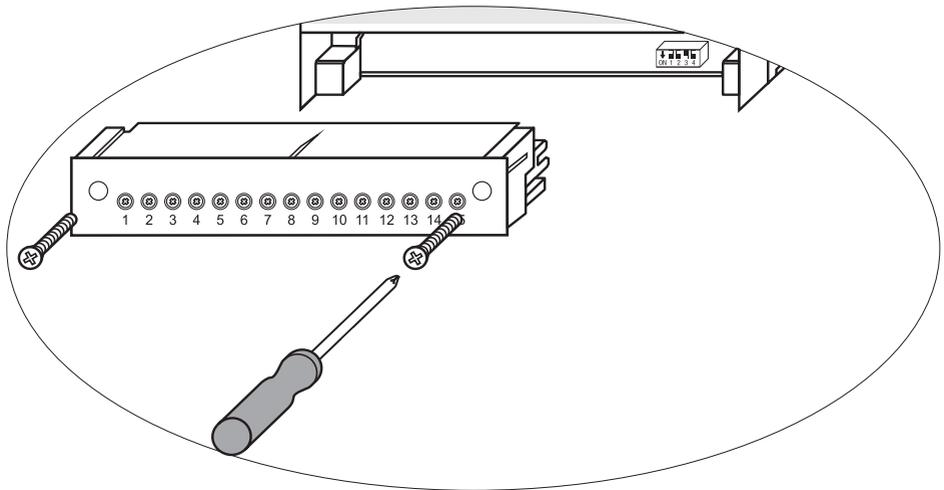

Fig. 47
- Dévisser les vis de fixation gauche et droite. Voir Fig. 47